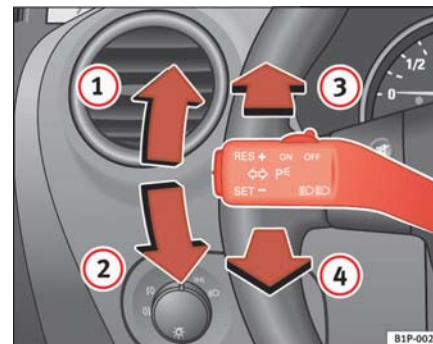

Fig. 78 Palanca de intermitentes y de luz de carretera
- Desplace la palanca hacia arriba hasta el tope ⇒ **página 119, fig. 78** ① para encender el intermitente **derecho** o bien hacia abajo ②, para encender el intermitente **izquierdo**.
- Desplace la palanca hacia adelante ⇒ **página 119, fig. 78** ③ para encender la luz de carretera.